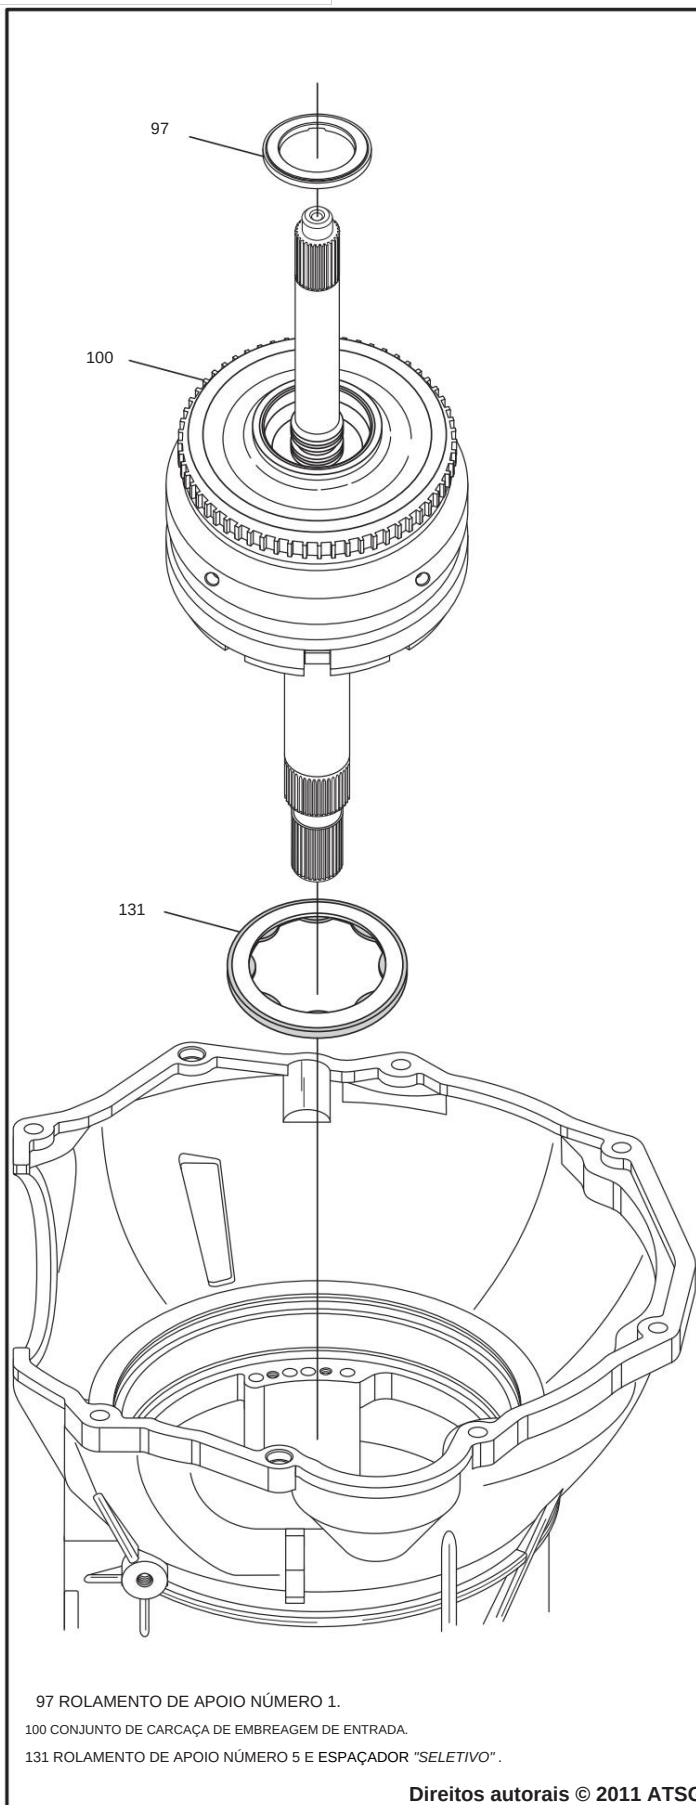

Figura 46
27. Remova o conjunto da carcaça da embreagem de entrada levantando-o para cima, conforme mostrado na Figura 46.
28. Remova o rolamento de encosto número 1 de dentro o alojamento de entrada, conforme mostrado na Figura 46.
29. Remova o rolamento de encosto número 5 e o "seletivo" espaçador do mancal de encosto, conforme mostrado na Figura 46.